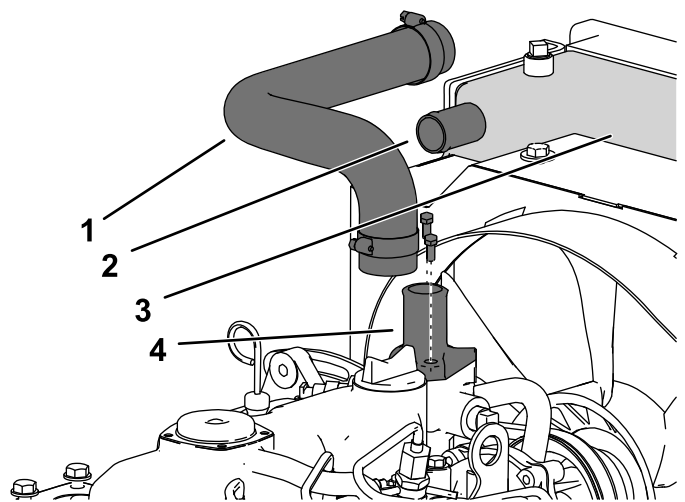

Figura 6
3. Allentate la fascetta stringitubo superiore e rimuovete il flessibile dall'uscita nel radiatore (Figura 6).
6. Rimuovete il flessibile del radiatore dalla macchina (Figura 6).
7. Rimuovete i 2 bulloni di montaggio dall'uscita nella parte superiore del motore (Figura 6).